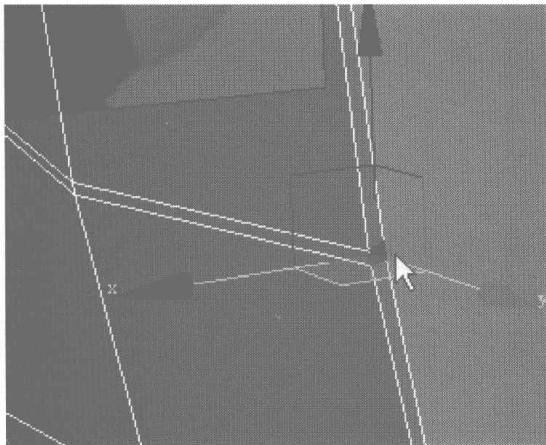
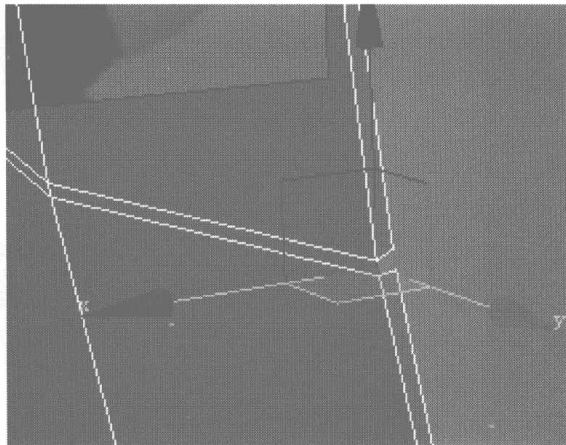
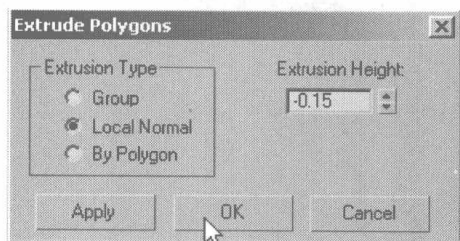

图 4.488
图 4.489
图 4.490
- 15** 切换为面编辑，选择倒角曲线后右侧厚度的面，将其删除，如图 4.488 所示。再切换为线编辑，选择如图 4.489 所示的边线，在 Selection 卷展栏中单击 **Ring** 按钮，选择其环形的曲线，继续切换为面编辑，然后在 Edit Polygons 卷展栏中单击 **Extrude** 右侧的小按钮，在弹出的对话框中设置挤压参数，如图 4.490 所示，挤压出凹槽效果。